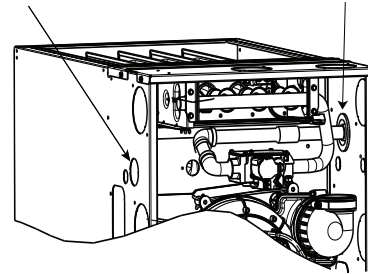
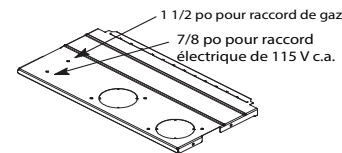

Fig. 30 – Entrée de gaz
Fig. 31 – Entrée de gaz et d'électricité facultative
L'entrée de gaz peut se trouver du côté gauche ou droit, ou sur le panneau supérieur. Consultez la Fig. 30 et la Fig. 31.
**REMARQUE:** Assurez-vous que le coffret électrique externe ne nuit pas aux conduits, à la tuyauterie de gaz ou à la récupération du serpentier intérieur. Reportez-vous à la Fig. 31 pour connaître l'emplacement facultatif de l'entrée électrique par le panneau supérieur.
2. Percez deux (2) trous de 3 mm (1/8 po) dans les dépressions du caisson adjacents à la découpe de 22 mm (7/8 po) visée.